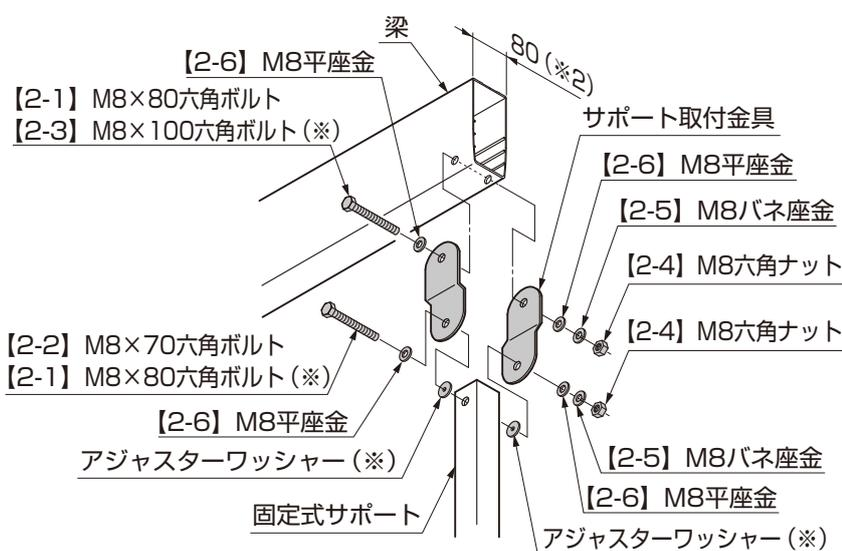

図3-1
①梁先端の側面に付いているプッシュボタンを外してください。
②固定式サポートに [2-2]、[2-4]、[2-5]、[2-6] でサポート取付金具を取付けてください。(図3-1参照)
③梁に [2-1]、[2-4]、[2-5]、[2-6] でサポート取付金具を取付けてください。